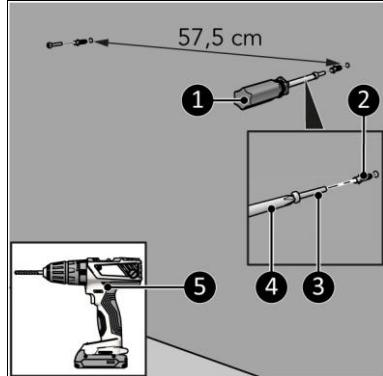

Abbildung 7
5. Setzen Sie die Dübel (Abbildung 7, Pos. 2) und die Schrauben (Abbildung 7, Pos. 3) ein.
6. Schrauben Sie sie mit einem Phillips Kreuzschlitzschraubendreher fest bis 10 mm Abstand zur Wand (Abbildung 7, Pos. 1).
- Prüfen Sie, ob die Heizung fest sitzt. Ziehen Sie die Schrauben (Abbildung 7, Pos. 2) ggf. fester an die Wand.